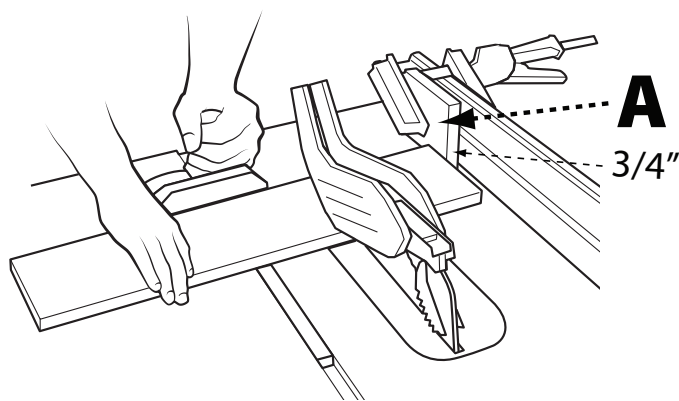

FIGURA 33
Al realizar cortes transversales en varias piezas a la misma longitud, puede sujetar un bloque de madera (A) (consulte la Figura 33) a la guía y usarlo como un calibre de corte. El bloque (A) debe medir al menos 3/4 de pulgada (19 mm) de grosor para evitar que la pieza que está cortando se atasque entre la hoja y la guía. Después de determinar la longitud del corte, enganche la guía y use la galga de inglete para empujar la pieza de trabajo hacia la hoja.